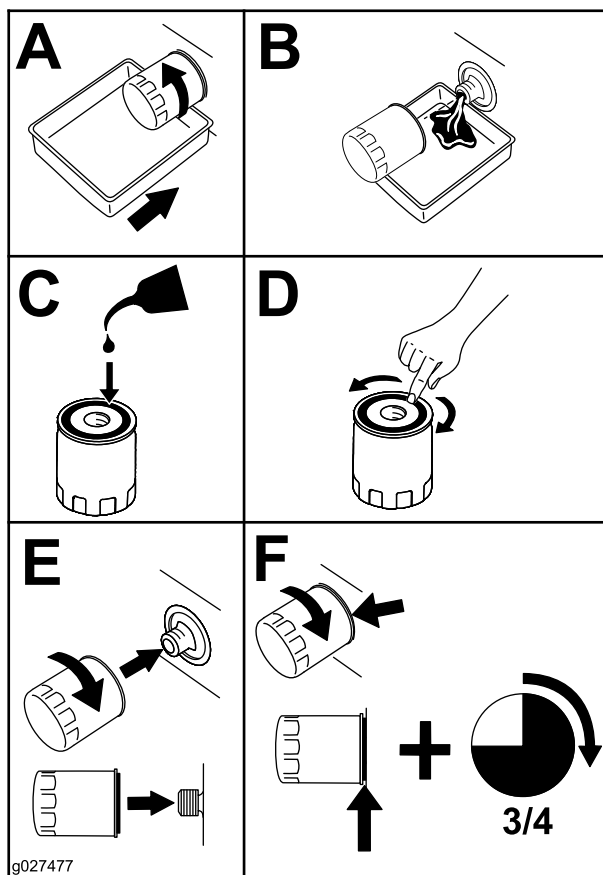

Figura 58
5. Sustituya el filtro de aceite del motor (Figura 58).